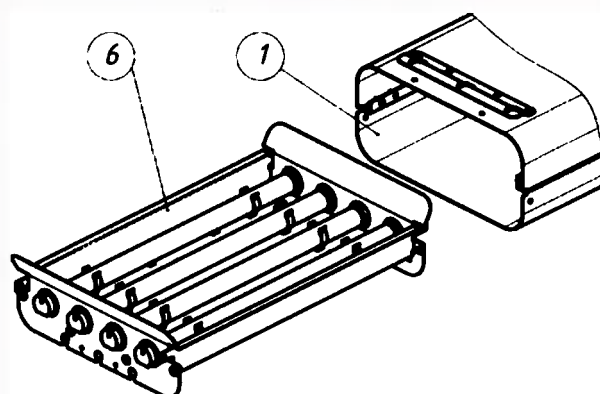

Рисунок 9
- Выдвинуть из корпуса (рис.9, поз.1) панель блока ламп (рис.9, поз.6).